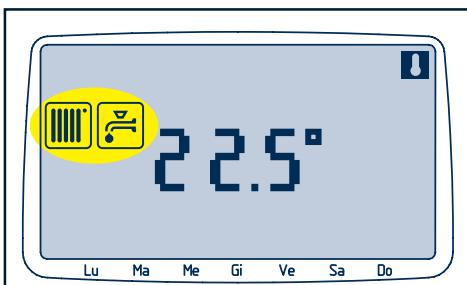

Fig. 4.5
- si accendono gli indicatori sanitario e riscaldamento (fig. 4.5)